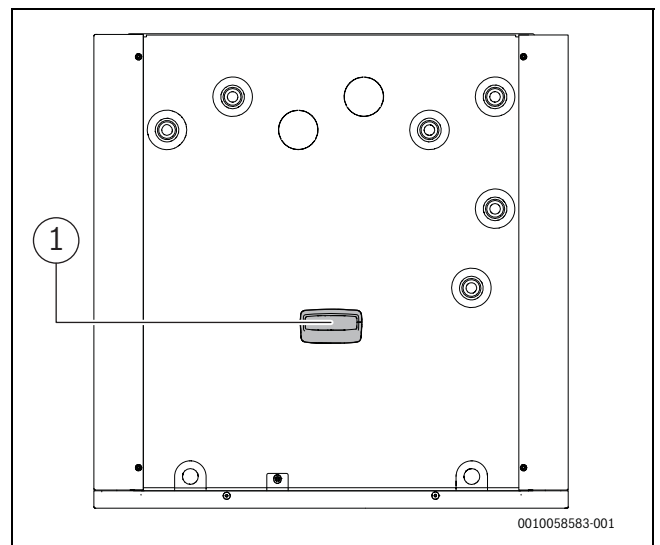

Fig. 16 Placement Connect-Key
- ▶ Placer le module dans le support (→ [1], figure 16). Une LED clignote s'il est correctement inséré.